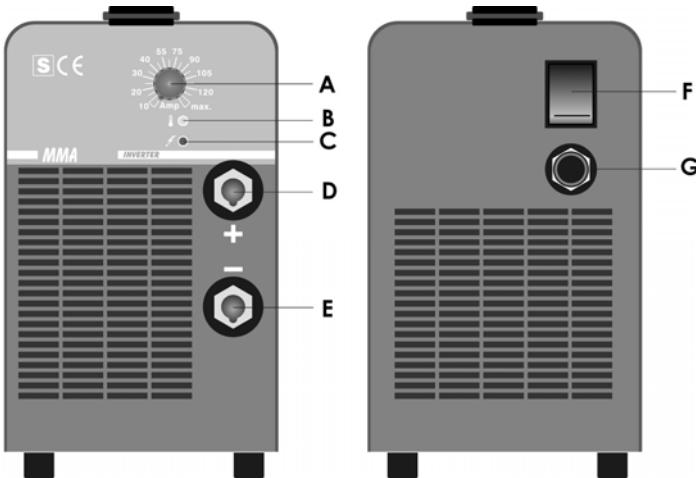

Fig. 1
Se intervengono (accensione LED B fig.1), é necessario
- Assicurarsi che l'interruttore F (fig.1) sia sulla posizione O o che la spina del cavo di alimentazione non sia inserita nella presa di alimentazione quindi collegare i cavi di saldatura rispettando la polarità richiesta dal costruttore di elettrodi che andrete ad utilizzare.
- Accendere la macchina mediante l'interruttore F (fig.1).
- Accendere la macchina mediante l'interruttore F (fig. 1).